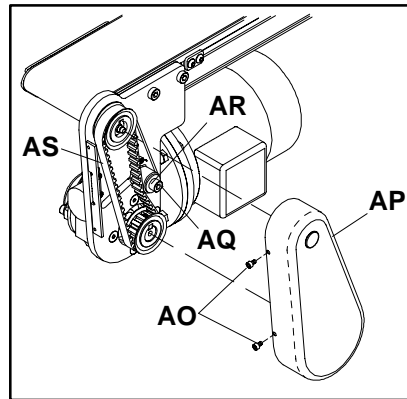

Abbildung 17: Entfernen des Riemenschutzes
Unterbrechen Sie die Stromzufuhr. Entfernen Sie dann die Schrauben (AO in Abbildung 17), mit denen der Riemenschutz befestigt ist (AP). Entfernen Sie anschließend den Riemenschutz.